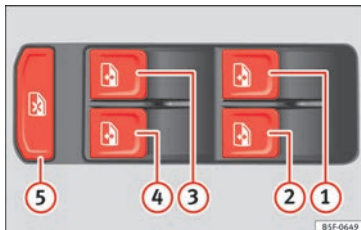

Fig. 137 Pormenor da porta do condutor: comandos para os vidros dianteiros (veículo de 5 portas com vidros elétricos dianteiros e traseiros).
Os botões » **Fig. 137** ①, ②, ④ e ⑤ têm duas posições para a abertura e outras duas para o fecho dos vidros. É assim mais fácil controlar a abertura e o fecho.